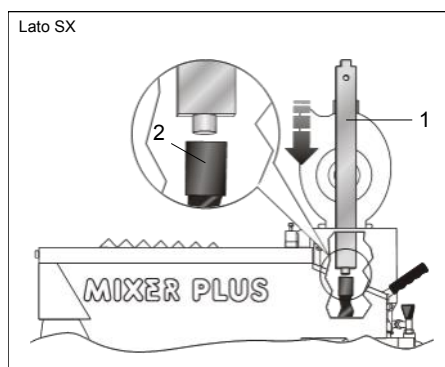

FIG.17 (Inserimento dell'asta nel rotore)
- 6) Inserire manualmente l'asta (FIG.17-Rif.1) nella camera di miscelazione e inne-
- starla nella cavità radiale del rotore (FIG.17-Rif.2);